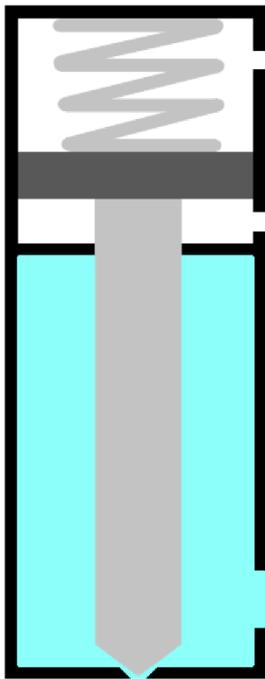
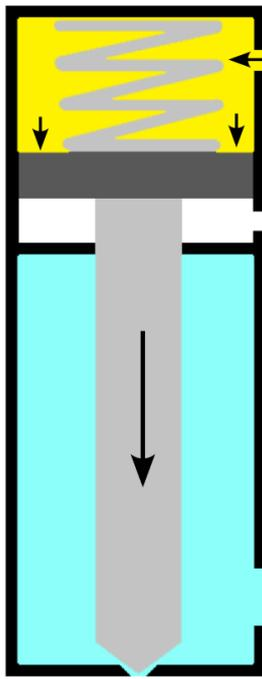
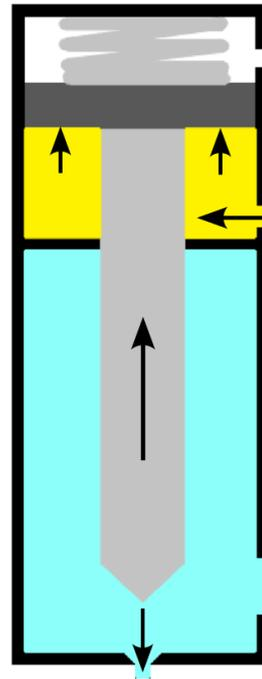

Figura 03 – Fase a riposo semplice effetto
Figura 04 – Fase a riposo doppio effetto
Figura 05 – Fase dosaggio semplice e doppio effetto
Nel caso di semplice effetto, ciò che tiene chiusa la valvola è la molla, quindi la pressione fluidica deve essere sotto alla pressione generata della molla per tenere chiusa la valvola (Figura 03). Il fluido si trova all'interno della camera pneumatica, la quale è chiusa dallo spillo che è spinto dalla molla. Quando viene esercitata una pressione pneumatica nell'ingresso di apertura, il pistone si alza e, conseguentemente, anche lo spillo, lasciando passare il fluido fino all'ugello (Figura 05).
Nel caso di doppio effetto, la modalità di lavoro è simile a quella di semplice effetto, solo che, oltre ad esserci la molla a tenere chiusa la valvola, è presente una pressione pneumatica dall'ingresso di chiusura della valvola (Figura 04). Questo serve nel caso in cui si debba lavorare con pressioni fluidiche superiori a quella esercitata dalla molla.
- Il fluido è in pressione nella camera fluidica; nel caso di singolo effetto, con solo la molla che spinge per chiudere l'uscita del fluido (Figura 03), nel caso di doppio effetto, con anche la pressione pneumatica (Figura 04);
- Lo spillo si solleva, permettendo al fluido di uscire (Figura 05);